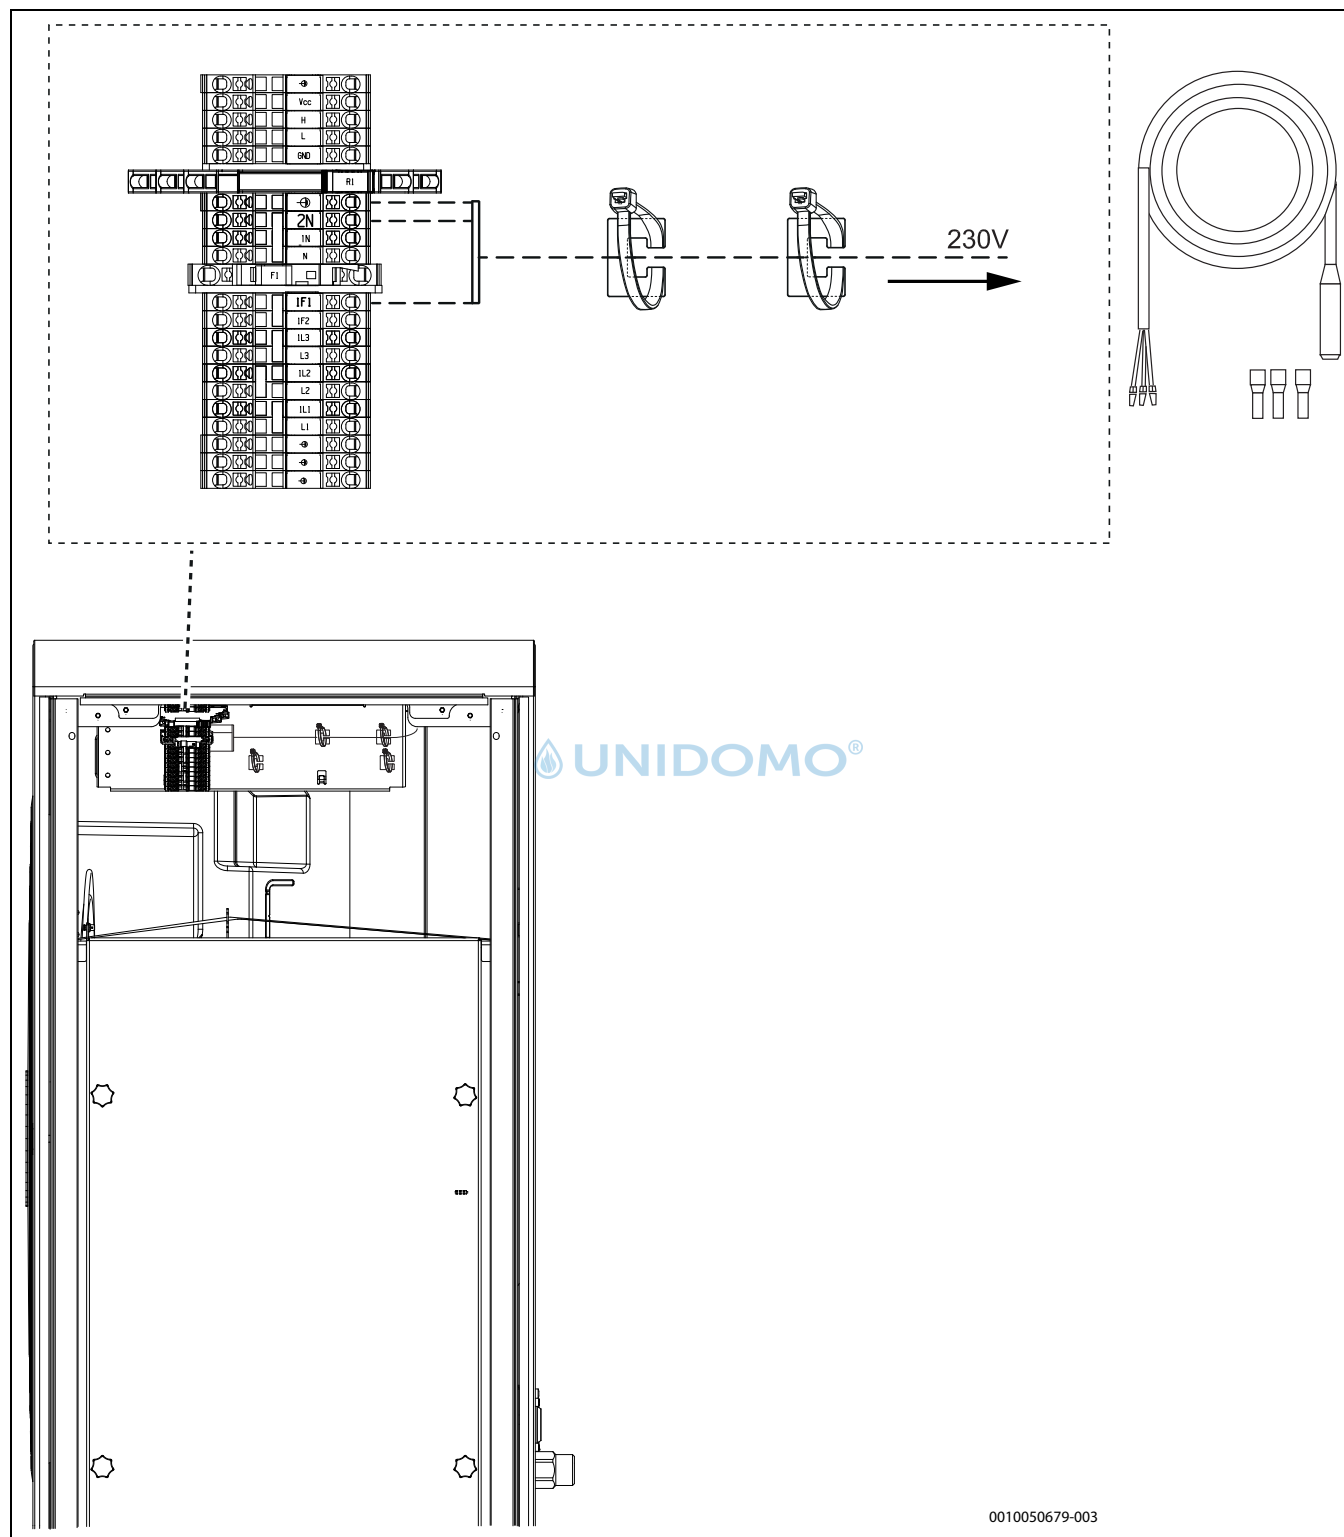

Bild 44 Heizkabelanschluss (Zubehör)
- ▶ Kabel entsprechend → Abbildung 44 anschließen.